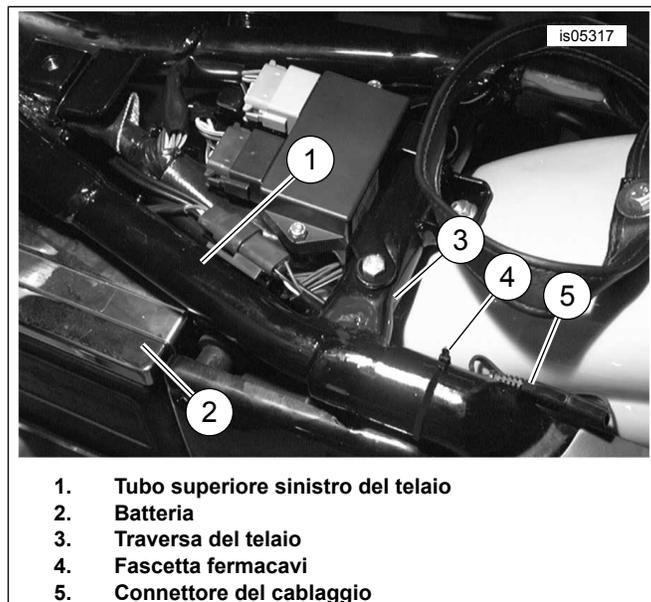

Figura 3. Disposizione del cablaggio della batteria dei modelli XL (Sportster) (modelli 2003 e anni precedenti)
1. Vedere Figura 3. Passare il connettore del cablaggio (5) verso la parte posteriore della motocicletta seguendo il tubo superiore sinistro del telaio (1). Collocare ordinatamente il fusibile in linea nello spazio sul lato della batteria (2).
2. Continuare a passare il connettore del cablaggio sotto la traversa del telaio (3) e all'indietro tra la guida sinistra del telaio e il parafrangente. Assicurare il connettore alla parte interna del tubo posteriore sinistro del telaio usando una fascetta fermacavi (4). Tagliare via eventuali tratti in eccesso della fascetta fermacavi.